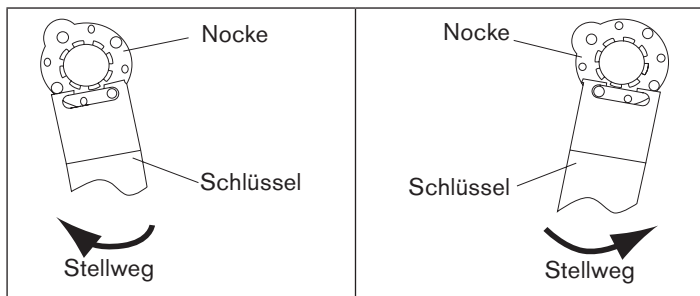

Bild 14: Endschaltereinstellung
- Die beiden oberen Nocken mit Hilfe eines geeigneten Schlüssels einstellen (siehe „Bild 14“ und „Bild 15“).